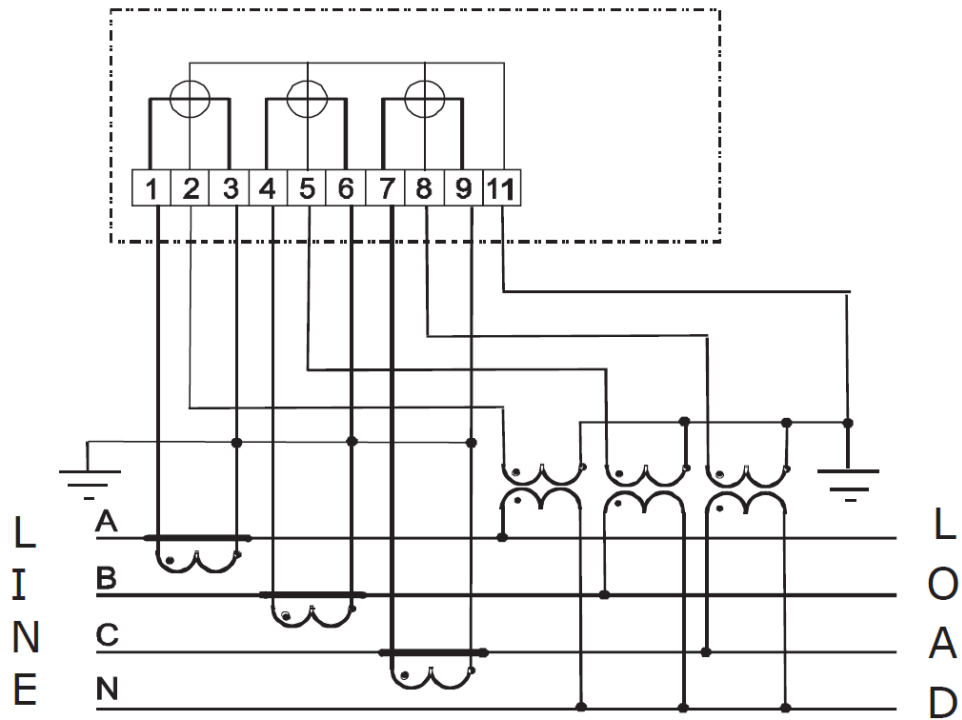

Рисунок 7.3 - Схема підключення до чотирьохпровідної мережі з заземленою нейтраллю
- 5) Підключити вимірювані кола напруги та струму до відповідних затискачів лічильника згідно з однією з схем включення (див. рис. 7.3 - 7.11), та/або за схемою, що знаходиться на зворотному боці кришки затискачів.
Схеми підключення лічильника A1800 наведені на рис. 7.3 – 7.12.